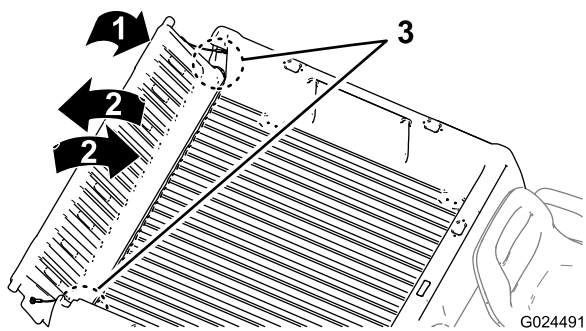

Рисунок 14
2. Поверните откидной борт приблизительно в положение 45° (Рисунок 14).
3. Короткими движениями, встряхивая, поверните откидной борт назад и вперед несколько раз (Рисунок 14).